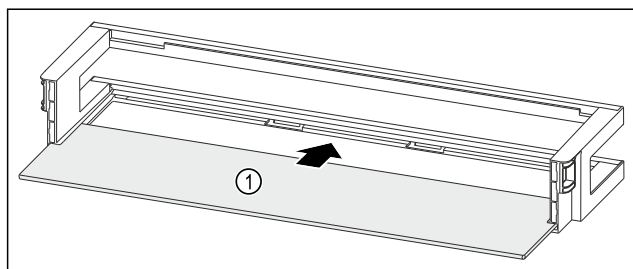

Fig. 253 Rafti i derës me raft mbajtës
- Futni raftin mbajtës Fig. 253 (1) në folëtë anësore.